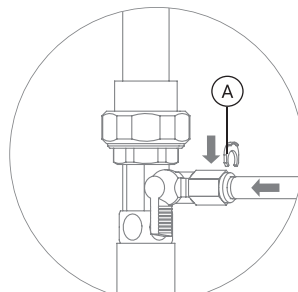

Рис. 6
3. Присоедините первую часть трубки 1/4" к фитингу адаптер-вентилья (см. раздел «Присоединение трубок»), (рис. 6).